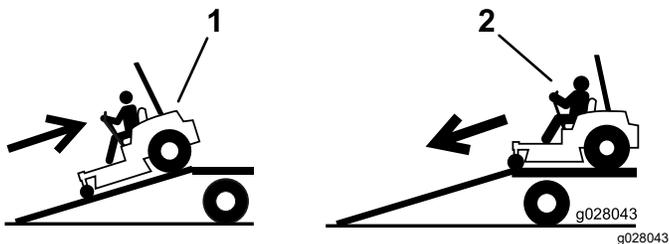

Figure 43
4. Montez la rampe en marche arrière (Figure 43).
2. Descendez la rampe en marche avant (Figure 43).